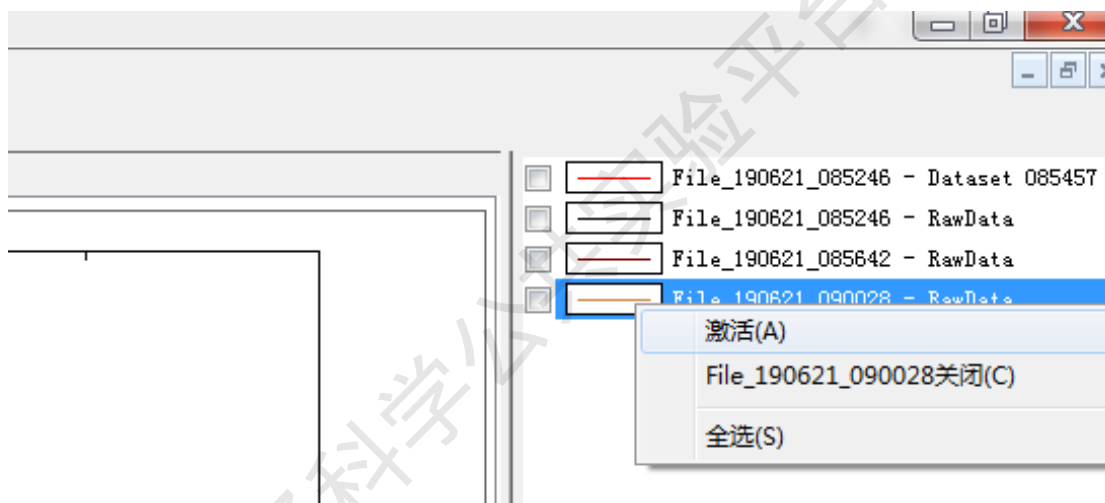
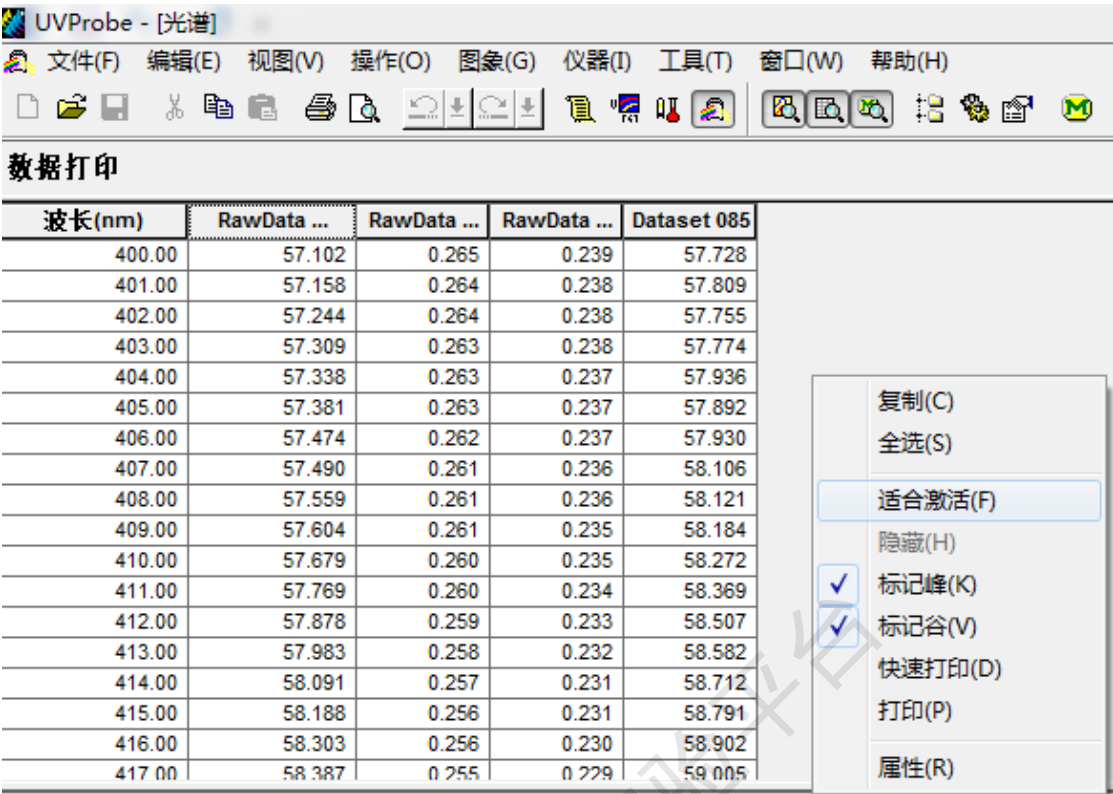

图 6-7 图谱激活界面
图 6-8 数据激活界面
- (5) 样品测试：待基线校正完成后，将样品位的空白溶剂换成待测样品，点击【开始】弹出储存对话框，在【文件】设置文件名，单击【确定】，仪器开始扫描。在图像面板中显示该样品的光谱图，【激活】【重叠】【堆叠】是光谱显示的三种方法，其中【激活】显示当前光谱曲线，【重叠】是将所有光谱放在同一窗口显示，
- (6) 光谱文件数据保存：至此，数据已采集并命名储存在内存中，没有存储到磁盘上。选择【文件】-【另存为】，在对话框顶部的位置选择路径，输入文件名，在保存类型中选择【光谱文件 (*.spc)】，点击【保存】，即保存完整的信息。
- (7) TXT 格式保存：如图 6-7，选中右侧图谱名称，右键，选择【激活】，【操作】菜单下选择【数据打印】，在【数据打印】窗口点击右键，如图 6-8，选择【适合激活】，检查此时数据是否显示完整，然后另存为【数据打印表 (*.txt)】，用于 origin 软件分析光谱信息。